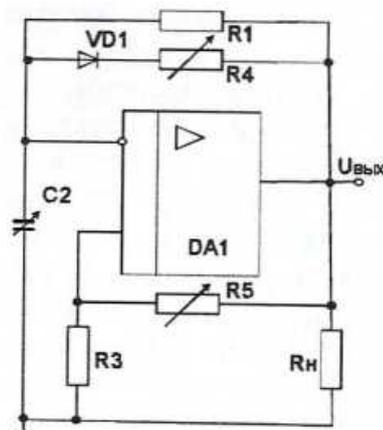

Рис. 3
3.5. Для исследования несимметричного мультивибратора собрать на модуле «Операционный усилитель» схему в соответствии с рис. 3. Использовать выпрямительный диод  $VD1$  модуля нелинейных элементов. Установить заданные преподавателем значения параметров элементов схемы. Подключить осциллограф для снятия осциллограмм напряжений. Предъявить схему для проверки преподавателю. Включить электропитание стенда, модуля и осциллографа. Зарисовать осциллограммы напряжения  $U_{\text{вых}(t)}$  на выходе мультивибратора и на инвертирующем входе операционного усилителя  $U_{c(t)}$ . Определить масштабы осциллограмм, а также период следования импульсов и их частоту. Определить соотношение времени положительного и отрицательного импульсов.